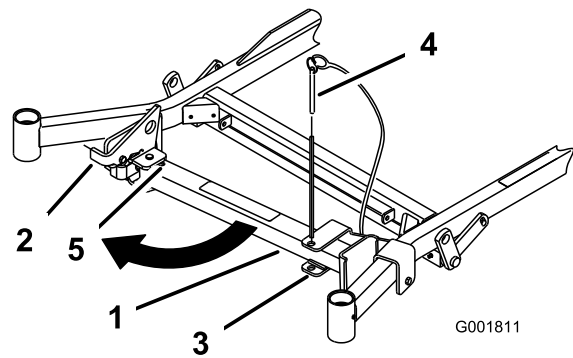
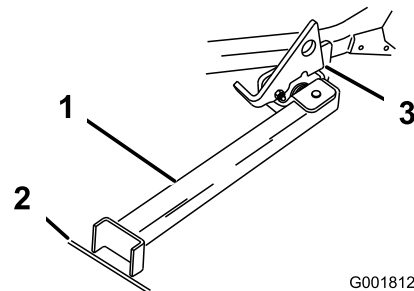

Bild 33
Bild 34
2. Nehmen Sie den Halterungstift ab (Bild 33).
3. Heben Sie den Riegel an. Drehen Sie den Ständerfuß nach vorne heraus und schieben Sie den Ständer zur Maschine in den unteren Schlitz (Bild 33 und Bild 34).
6. Stellen Sie den Fuß auf den Boden und lassen Sie den Riegel auf der Drehlasche aufliegen (Bild 34).
Hinweis: Stellen Sie den Ständerfuß am besten in Risse auf Gehwegen oder in der Rasenfläche (Bild 34).
8. Fahren Sie auf den Stand auf. Halten Sie an, wenn der Riegel über die Lasche in die arretierte Stellung einrastet (Bild 34). Stellen Sie nach dem Auffahren auf den Stand die Feststellbremse fest und stellen Sie den Motor aus.
7. Stellen Sie den Ständer wieder in die Ruhestellung (Bild 33).